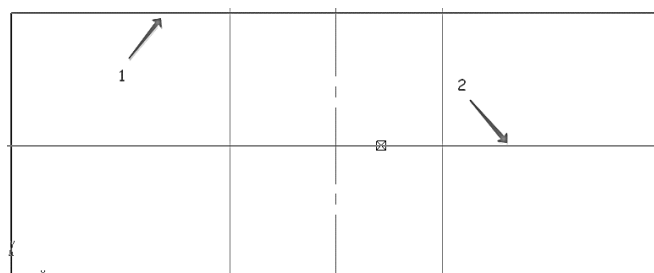

Рис. 99. Построение параллельной линии
- Укажите курсором верхний горизонтальный отрезок (1, рис. 99).
- Создайте нижний вариант вспомогательной прямой (2, рис. 99).